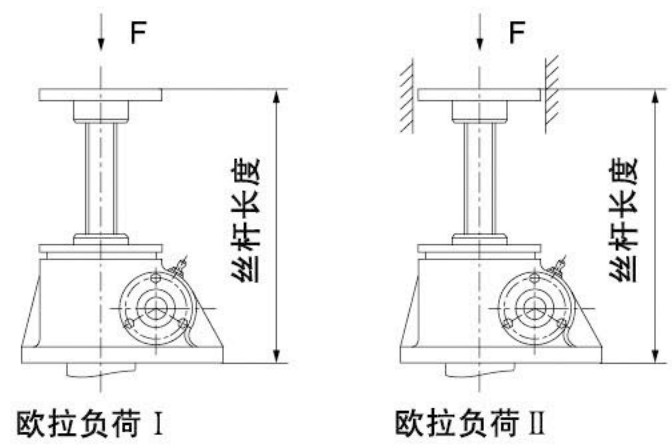
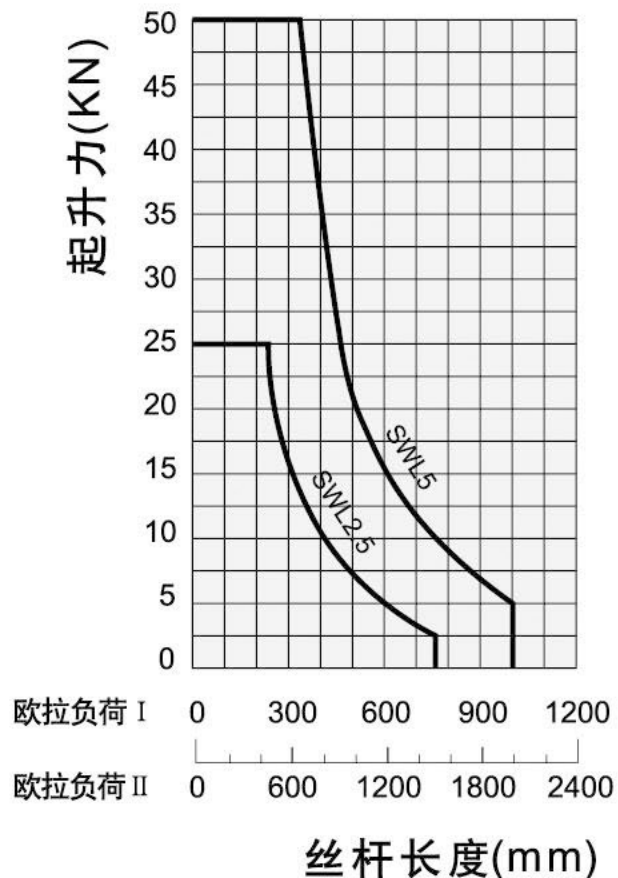
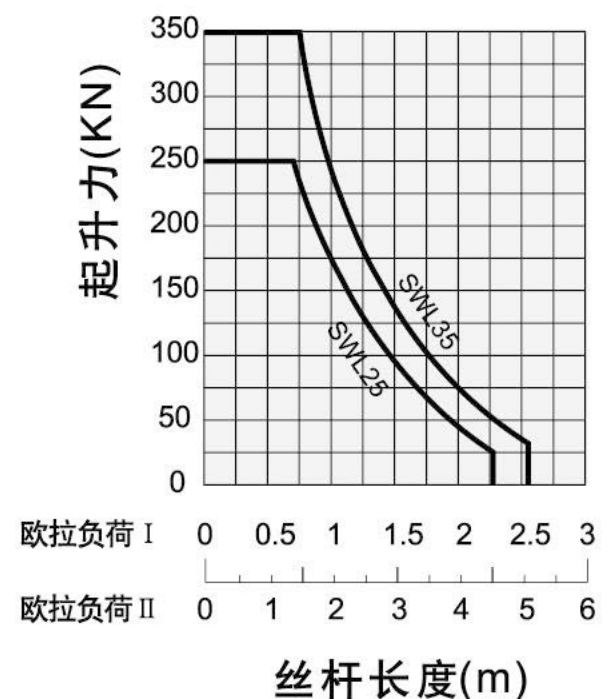

图 1
图 2
图 4
根据丝杆行程和提升负荷查图 1 ~ 图 4，找出所需升降机的型号，再查提升力和提升速度表，校核提升速度是否满足要求。
根据 $F=20\text{kN}$ ，丝杆行程 = 400mm 查图 2，选择 SWL5 升降机。再查提升力和提升速度表核对 SWL5 升降机在 20kN 负荷下只允许 0.526m/min 的速度，只有重选大型号的升降机。再查提升力和提升速度表得知 SWL10 在 20kN 负荷下允许提升速度为 1.44m/min 而满足要求。
- 1) 当压力负荷减小时，提升高度可随之增大（两者具体关系详见图 2 ~ 图 4）；